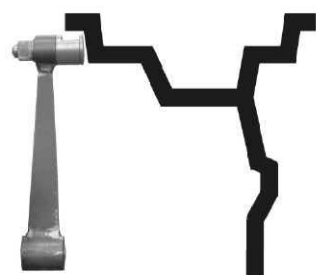

Рис. 16.2
15.3.5. Выдвиньте штангу установки геометрических параметров и подведите её палец к внутренней поверхности закраины обода в место установки грузов, рис. 16.2. и нажать кнопку "С". На индикаторах 4 отобразится величина параметра "d21".